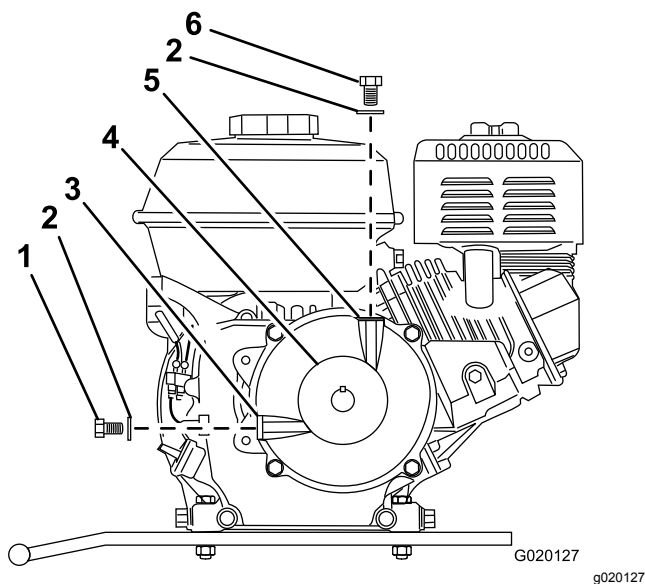

Figure 60
6. Retirez le boulon et la rondelle de l'orifice de remplissage au sommet du carter réducteur (Figure 60).
7. Retirez le boulon et la rondelle de contrôle de niveau d'huile de l'orifice de niveau d'huile sur le côté du carter réducteur (Figure 60).
12. Remettez le boulon et la rondelle de contrôle de niveau d'huile sur l'orifice de niveau d'huile du carter réducteur, et serrez le boulon (Figure 60).
13. Placez le boulon et la rondelle sur l'orifice de remplissage du carter réducteur, et serrez le boulon (Figure 60).